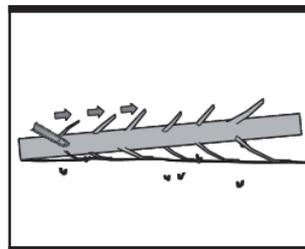

Fig. 24
2). Limbing a tree. (See Fig. 24)